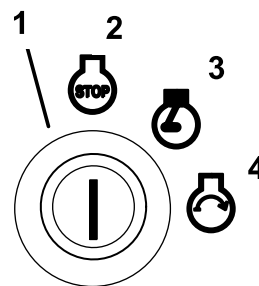

Figura 13
6. Girate la chiave di accensione in senso orario, in posizione di marcia (Run) (Figura 13). La spia luminosa della candela a incandescenza si accende.
2. Girate la chiave di accensione in senso orario, in posizione di marcia (Run) (Figura 13). La spia luminosa della candela a incandescenza si accende.
4. Girate la chiave di accensione in posizione Off (Figura 13). Attendete che tutte le parti in movimento si siano fermate, prima di lasciare il posto di guida.